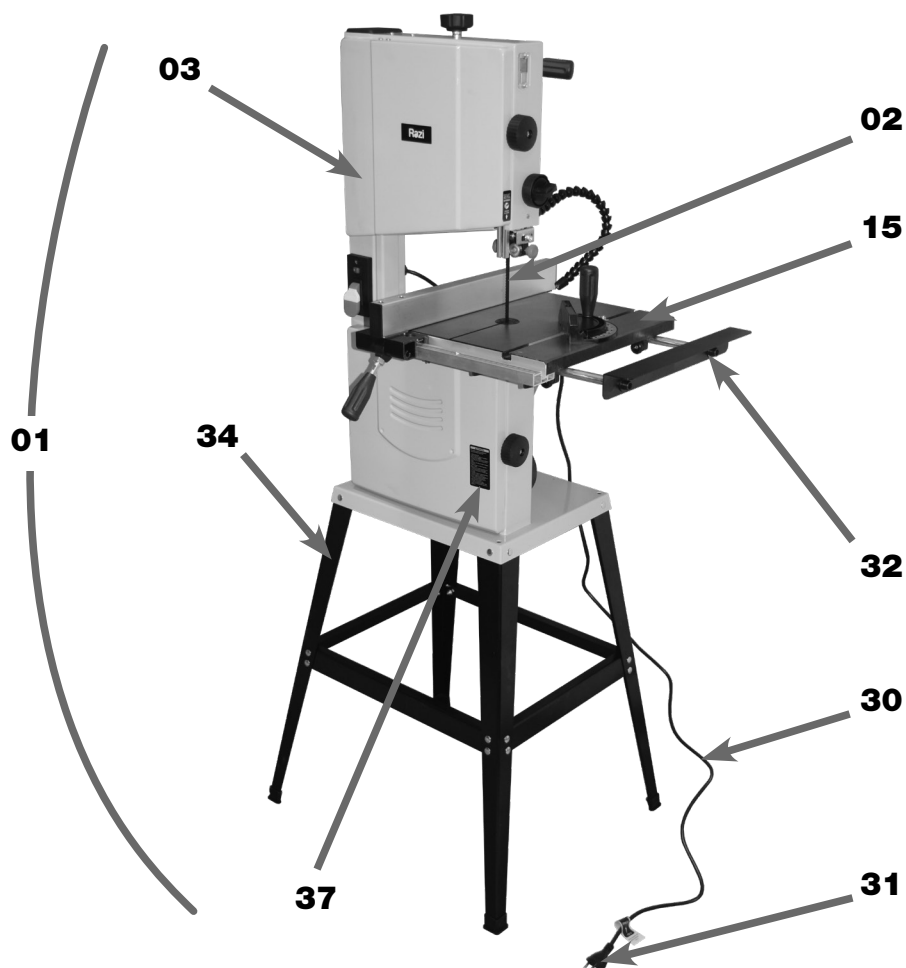
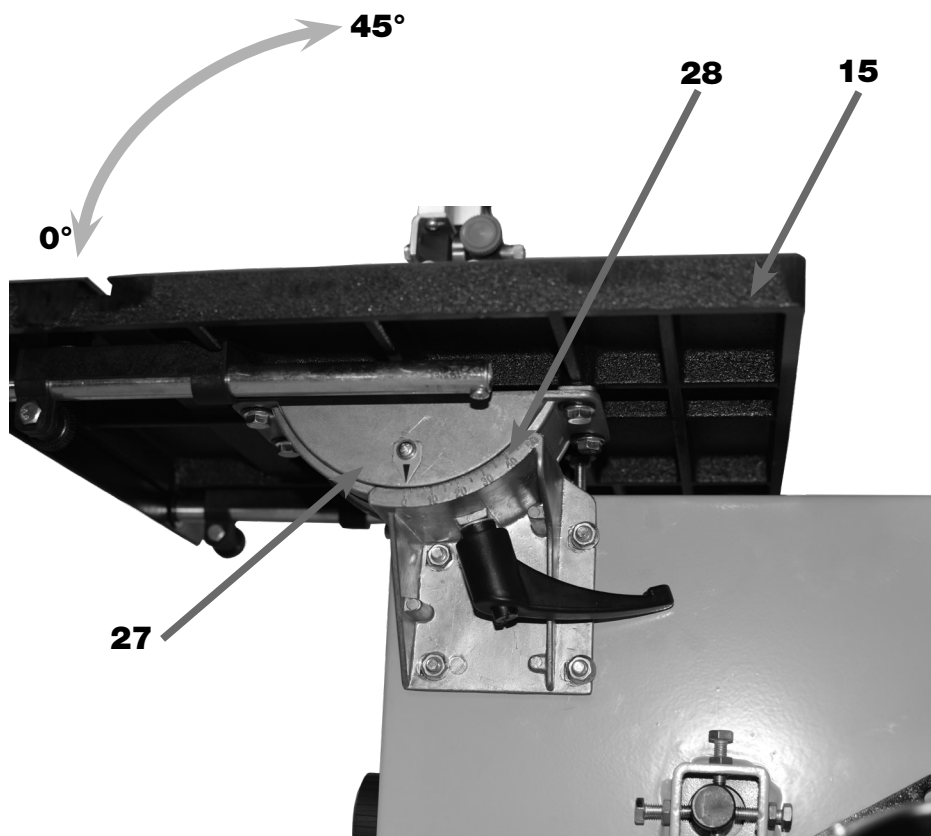

FIGURA 01 – Serra de Fita de Bancada
FIGURA 09 – Suporte Giratório
Em caso de EMERGÊNCIA, DESLIGAR rapidamente o equipamento pela Chave LIGA/DESLIGA (11) (figura 04) e DESCONECTAR o Plugue (31) (figura 01) da tomada.
Quando houver intervenção de manutenção, é necessário DESLIGAR a máquina pelo Botão LIGA/DESLIGA (11) (figura 04) e DESCONECTAR o Plugue (31) da tomada (figura 01) da rede elétrica de energia. Desta forma, a máquina não oferece RISCO DE CHOQUE ELÉTRICO;
A **SERRA DE FITA DE BANCADA RZ-SF10** da **Razi** foi desenvolvida pelos critérios de qualidade, segurança, modernidade e tecnologia, a fim de atender as necessidades do usuário, em conformidade com as normas técnicas aplicáveis (figura 01).
A Mesa de Corte (15) pode trabalhar em qualquer posição angular, de 0 a 45° (figura 09), a qual pode ser ajustada pela Escala (28) fixada no Suporte Giratório (27). Além desse recurso, a Mesa de Corte (15) possui uma Barra Prolongadora (32) (figura 01) para melhor apoiar o material a ser cortado no lado direito da Mesa de Corte (15).